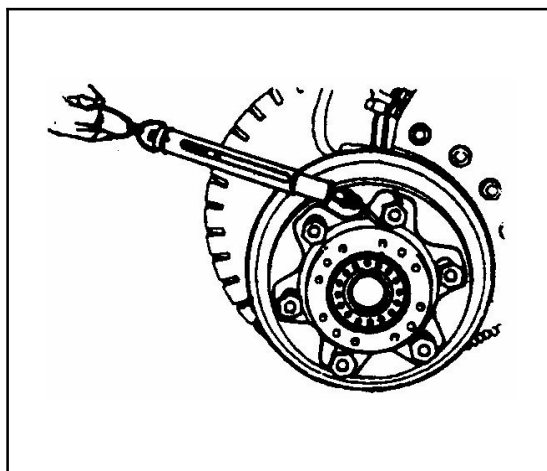

Рис. 5-6
7. Проверните колесо 2–3 раза и проверьте усилие начала вращения: 10–29 Н (см. рис. 5-6);